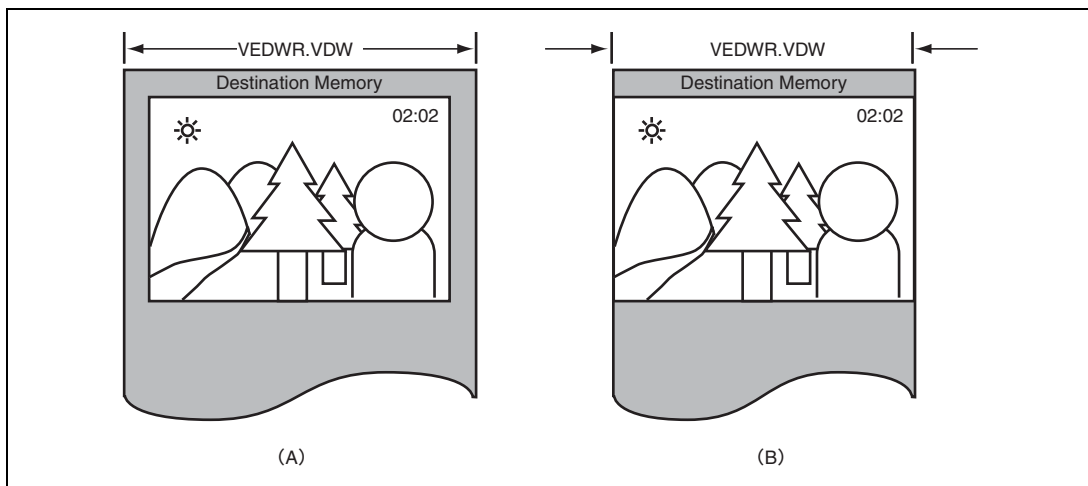

図 35.11 画像の貼り付け幅と VEDWR の関係
VDW ビットには、デスティネーション画像が配置されるデスティネーションメモリ領域の横幅をバイト数で指定します。設定はデスティネーション画像 4 画素に相当するバイト数の単位で設定してください。書き込み画像が YCbCr のときは Y 成分に合わせた設定にしてください。YCbCr 4:2:0、YCbCr 4:2:2、および YCbCr 4:4:4 書き込みにおける C 成分のデスティネーションメモリ領域の横幅は、それぞれ VDW、VDW、および VDW×2 の値が適用されます。VTRCR の WPKF=1、2、6 (RGB 2byte/pixel) および 8~14、19、20、22、23 (RGB 4byte/pixel) のときは、デスティネーション画像 2 画素に相当するバイト数の単位で設定することが可能です。図 35.11 (A) に示すように、画像をメモリ上の背景画面等に貼り付ける場合は、あるラインの画像の右端アドレスとその次のライン画像左端アドレスは不連続となります。これに対して、図 35.11 (B) は VEU が出力する画像の水平サイズがメモリの水平方向のメモリ幅と同じ場合を表しており、この場合は画像の右端アドレスと次のラインの左端アドレスが連続値となります。